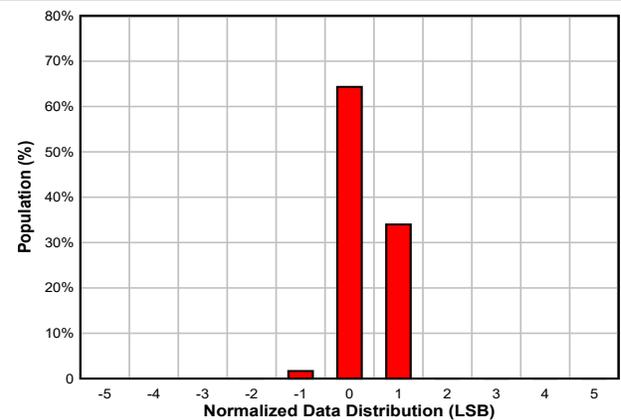

图 7-12. 转换时间为 5.5ms 和取平均值功能开启时的数据分布情况 (16 位格式)
(1) 可重复性是指在相同条件下连续进行温度测量时重现读数的能力。参阅图 7-12
(2) 在  $150^\circ C$  结温下进行加速使用寿命测试可确定长期稳定性。
(3) 在总线供电模式下,  $V_S = V_{PUR}$ 。在电源供电模式下,  $V_S = V_{DD}$ 。
(4) 转换之间的静态电流。
(5) 需要使用上拉电流参数来调整总线上拉电阻的大小 ( 请参阅节 8.3.3 ) , 以便进行有效温度转换或 EEPROM 读取和编程操作。